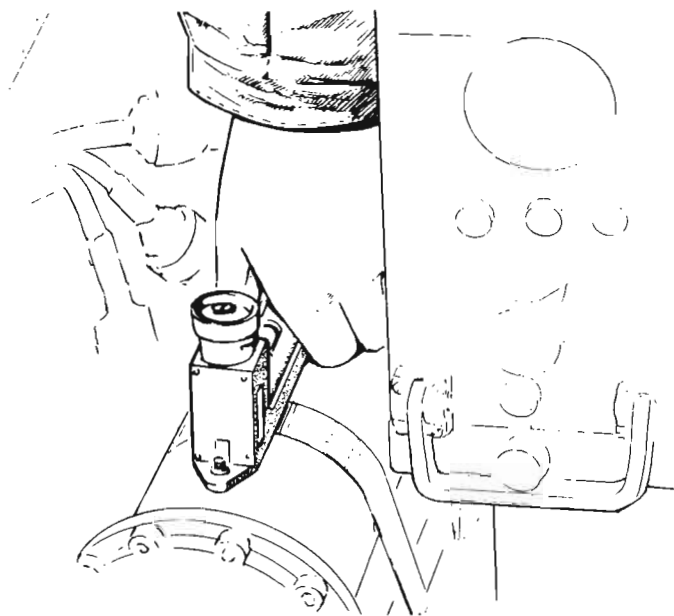

Bild 7.
2. 7. Placera lutningsindikatorn på gyroenheten med justerratten i flygriktningen. Bild 7.